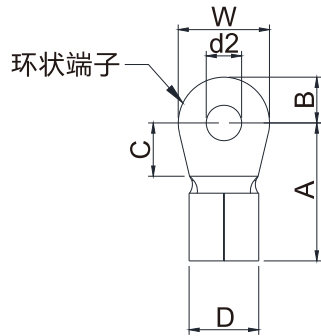
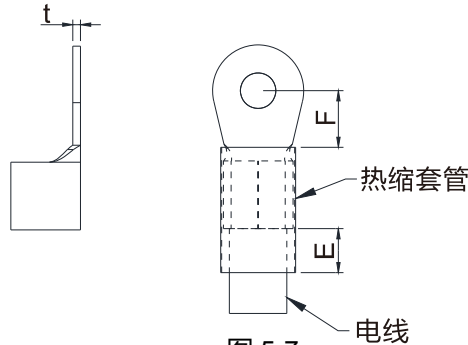

图 5-6
图 5-7
- 主回路端子接线时使用环状端子, 规格请见图 5-6 与图 5-7, 其他接线方式则须符合当地国家相关规定。
- 在把电线压接至符合 UL 认证的环状端子后, 才能在电线套上也是符合 UL 和 CSA 认证的绝缘热缩套管 (可耐至少 600VAC, YDPU2), 绝缘热缩套管的规格请见图 5-7。